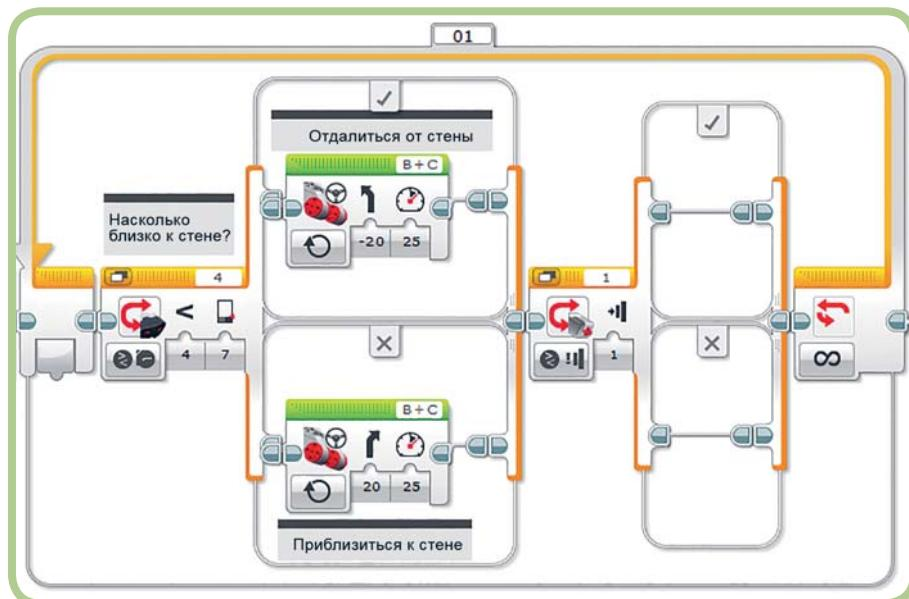

Рис. 7.13. Добавление еще одного блока **Переключатель** (Switch)
15. Перетащи блок **Переключатель** (Switch) в блок **Цикл** (Loop) и помести его справа от существующего блока **Переключатель** (Switch). Программа должна выглядеть, как показано на рис. 7.13. Установи параметры по умолчанию: режим **Датчик касания** (Touch Sensor) \Rightarrow **Сравнение** (Compare) \Rightarrow **Состояние** (State). Блоки в верхнем случае блока **Переключатель** (Switch) будут выполнены, если робот врежется в стену, что приведет к нажатию кнопки датчика касания.